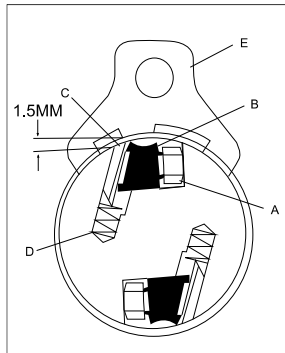

Рис. 5
2. Послабивши фіксатор ножа (B) поверніть гвинт (A) за годинниковою стрілкою. Ножі вийдуть назовні під дією пружини (D). Вийміть ніж (3) і потім фіксатор ножа (B) (Рис.5)
Встановлення ножів (Рис.5)